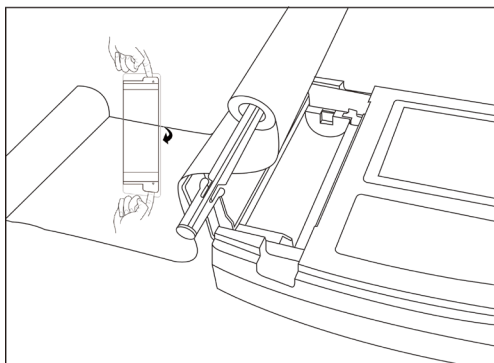

Figura 6-1 Instalación del papel de registro
1. Como se muestra en la Figura 6-1, utilizar ambas manos para levantar ambos lados de la tapa del compartimento del papel al mismo tiempo para abrirla. Saque el rodillo, insértelo en el rollo de papel como se muestra en la figura. El lado del papel con las rejillas debe estar orientado hacia abajo, y luego instálelo en la posición adecuada en el compartimento de papel.